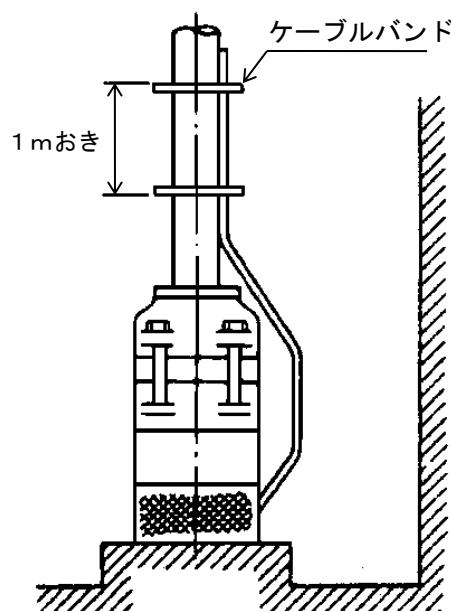

図 13
- (1) フレキシブルパイプ以降の吐出し管荷重が、フレキシブルパイプに加わらぬよう、支持を設けてください。フレキシブルパイプを伸ばしたり、ねじって取付けることは、絶対に避けてください。フレキシブルパイプに内圧が加わると、配管に大きな力がかかりますので、その力に十分耐える配管支柱を設けてください。
- (2) ポンプよりユニット曲管までの配管にも、ポンプ及びユニットに配管荷重が加わらぬよう、適当な支持を設けてください。
- (3) 配管は途中に空気溜りの出来ないようにし、装置上どうしても空気溜りが避けられない箇所には、空気抜き弁を設置してください。
- (4) ケーブルは、ケーブルバンドで吐出し配管に固定してください(図 13 参照)。